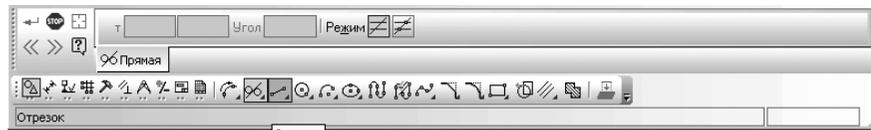

Рис. 8.71. Панель свойств: Прямая, касательная к двум кривым, Компактная панель с нажатой кнопкой  Прямая, касательная к двум кривым и строка сообщений
**Панель свойств: Прямая, касательная к двум кривым, Компактная панель,** с нажатой кнопкой **☞** **Прямая, касательная к двум кривым,** и строка сообщений показаны на рис. 8.71.